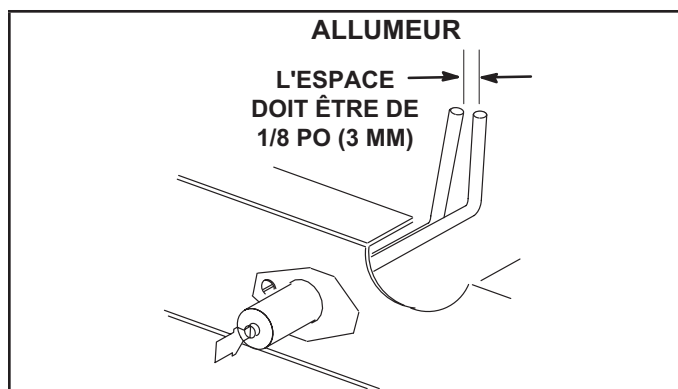

FIGURE 35
- 5 - Localiser l'allumeur sous le brûleur droit. Vérifier l'écartement des contacts à l'aide de mèches hélicoïdales ou de jauges d'épaisseur de la taille appropriée. Voir FIGURE 35.